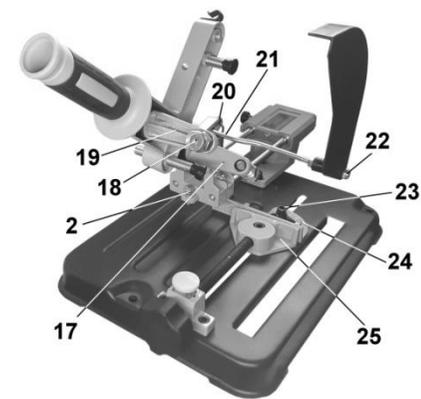

Рис. 3
4.10. Как показано на рис.3, установите и винтом (20) закрепите держатель (21). На держателе (21) отрегулируйте положение защитного кожуха (13) и гайкой (22) надёжно его закрепите.
5. УКАЗАНИЯ ПО РАБОТЕ (Рис. 3)